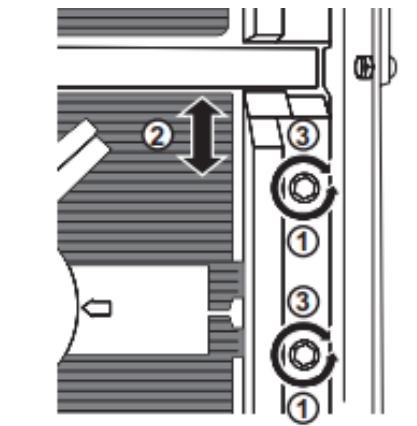

Рис. 19
- Г) Калибровка упорной линейки (рис. 19). Для этого: